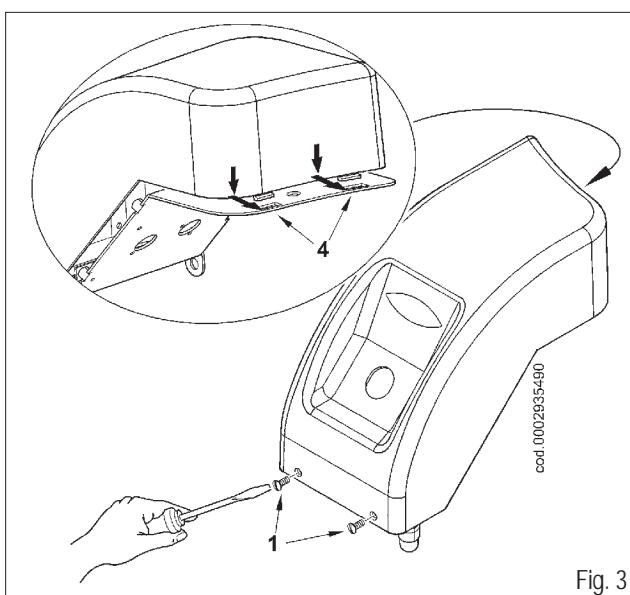

Fig. 3
- Volver a cerrar la tapa prestando atención para posicionar correctamente los dos ganchos (4) en los alojamientos correspondientes (fig. 3).